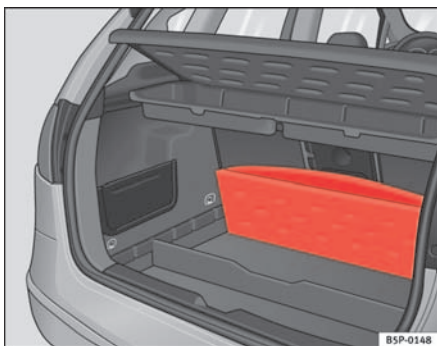

Abb. 103 Klappe am
- Den Gepäckraumboden anheben und vollständig nach hinten klappen ⇒ Abb. 103.